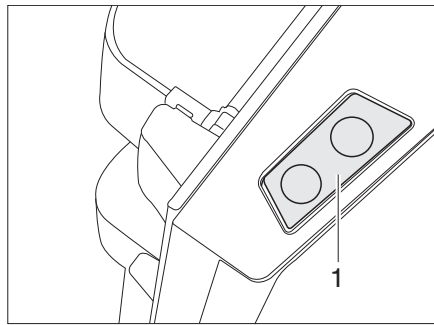

Bild 248 Entriegelungstaste der Kühlschranktür (Dometic 8er-Reihe)
**Öffnen:** ■ Die Entriegelungstaste (Bild 248,1) drücken und die Kühlschranktür öffnen.